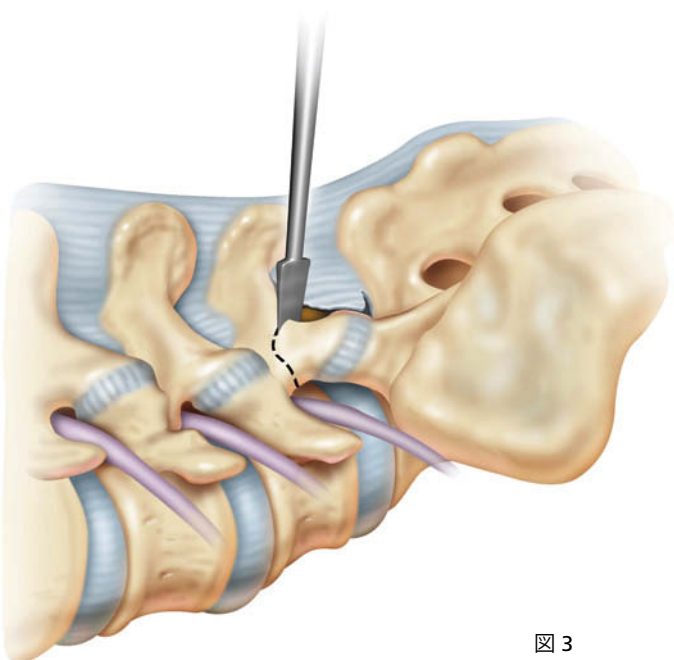

図 3
2. ストレートの骨ノミまたはケリソン骨鉗子を用いてL5下部の関節突起を切除してください(図3)。骨切り術はL5椎弓根の真下で横方向に実施します。黄色靭帯の側方被膜部分が見えるようになり、切除可能となります。棘突起の除去が必要とならない症例の場合は、後に必要となる椎間伸延操作のために棘突起を温存することを推奨します。